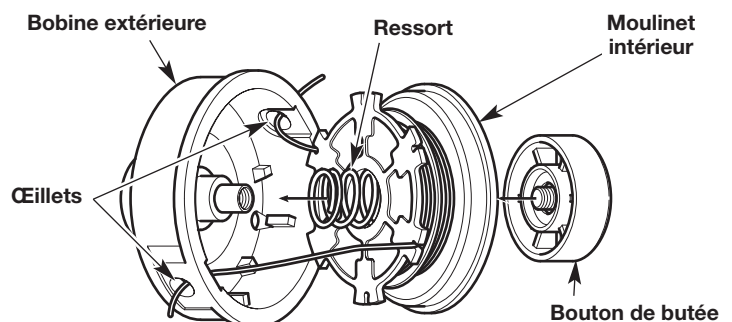

Fig. 22
1. Passez les deux extrémités du fil à travers les œillets situés sur la bobine extérieure. Placez le ressort à l'intérieur du moulinet. Insérez le moulinet dans la bobine extérieure. Poussez ensemble le moulinet et la bobine extérieure (Fig. 22).